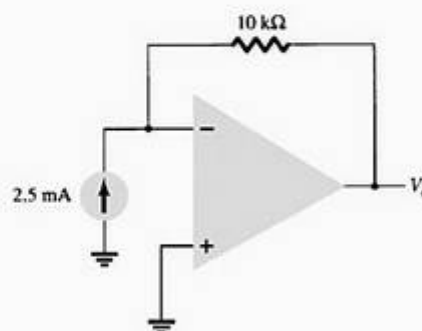

Figura 14.54 Problema 12.
12. Calcule V_o para o circuito da Figura 14.54.